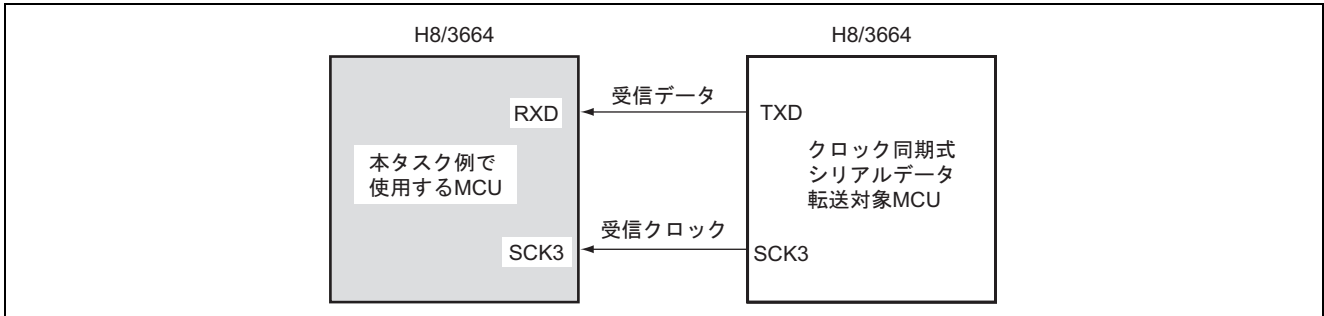

図 1 クロック同期式シリアルデータ受信
1. 図 1 に示すようにクロック同期式シリアル転送機能を使用して、4 バイトの 8 ビットデータの受信を行います。